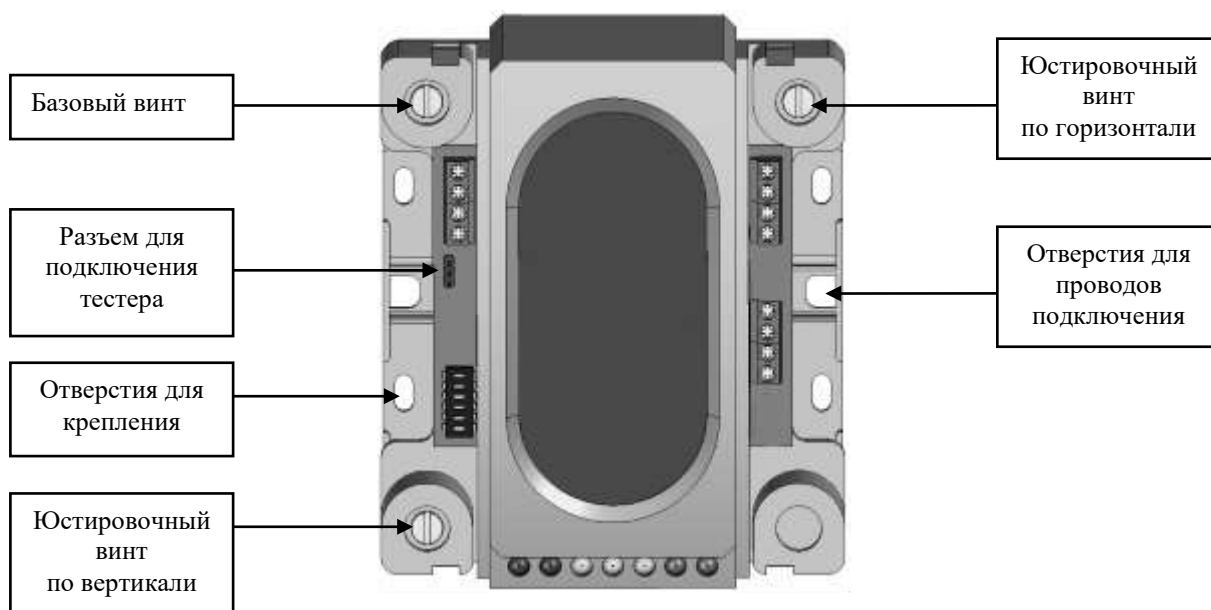

Рисунок 7
3.7.5 Подбор положений приёмопередатчика производится путём закручивания или откручивания юстировочных винтов в горизонтальной и вертикальной плоскостях (рисунок 7).
5) Поворачивая с помощью юстированных винтов (рисунок 7) приёмопередатчик вправо или влево, контролируйте характер изменения принимаемого сигнала. Если включается индикация «больше» (один красный), сигнал увеличивается, и настройка идёт в нужном направлении, если включается индикация «меньше» (один жёлтый), направление настройки следует изменить на противоположное.